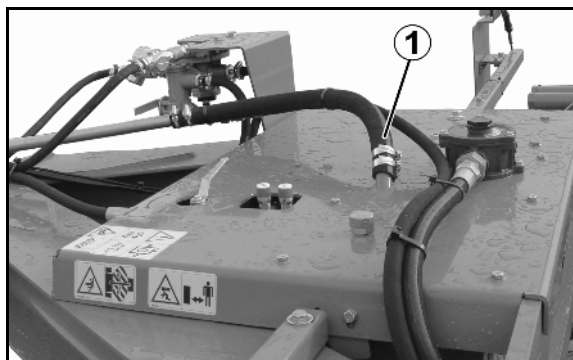

Рис. 85
1. Ослабьте хомут на всасывающем шланге и снимите шланг (Рис. 85/1).